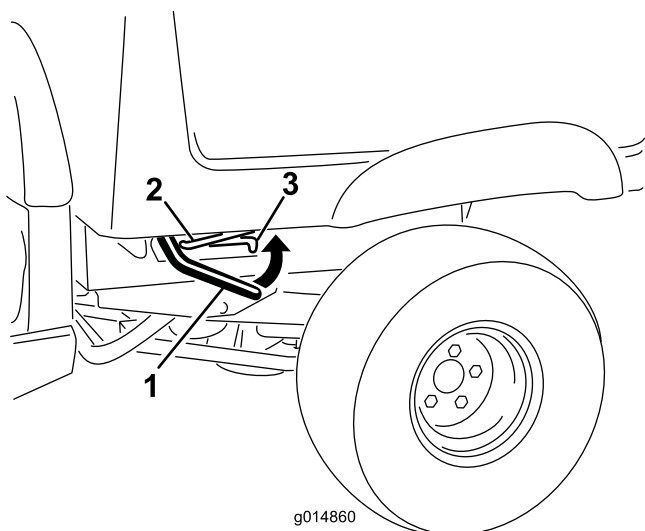

Рисунок 14
1. Поднимите рычаг с любой стороны кузова и поднимите кузов вверх (Рисунок 14).
2. Введите опорную стойку, удерживающую кузов, в паз, фиксирующий кузов (Рисунок 14).